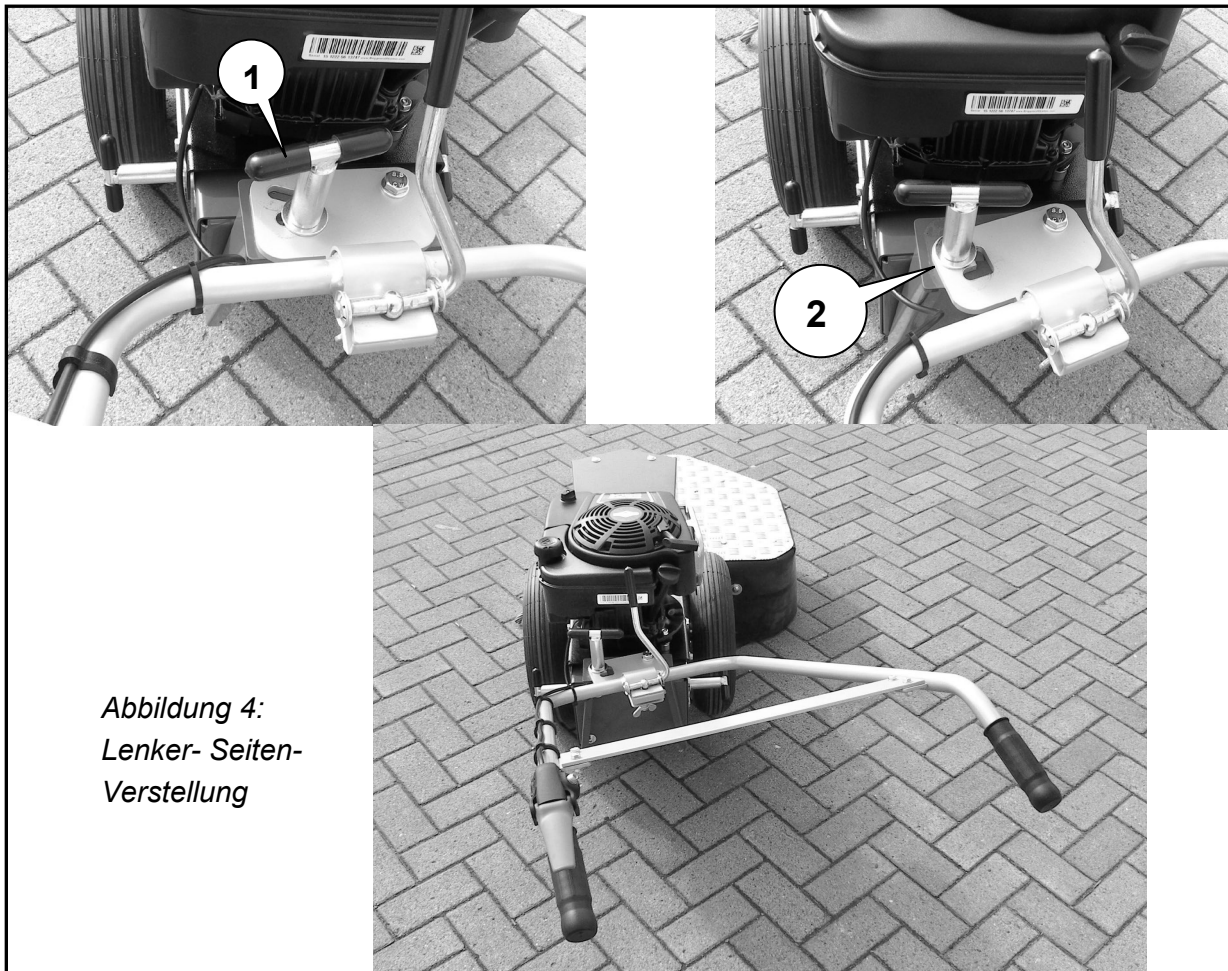

Abbildung 4:
- ⇒ Lösen Sie den Knebel an der Lenkerkonsole (Abb. 4; Pos. 1) .